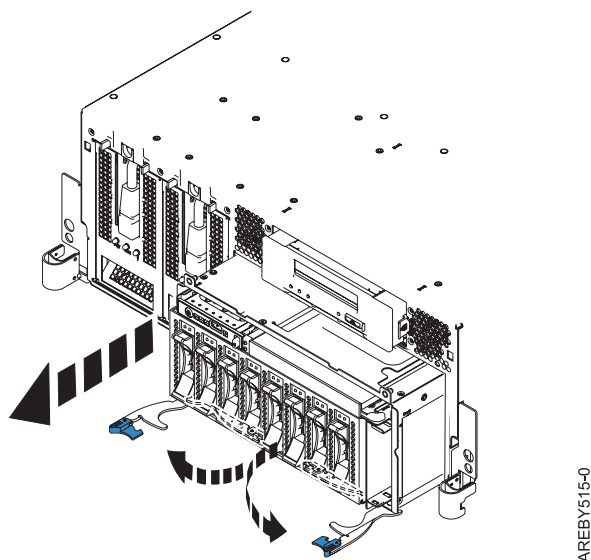
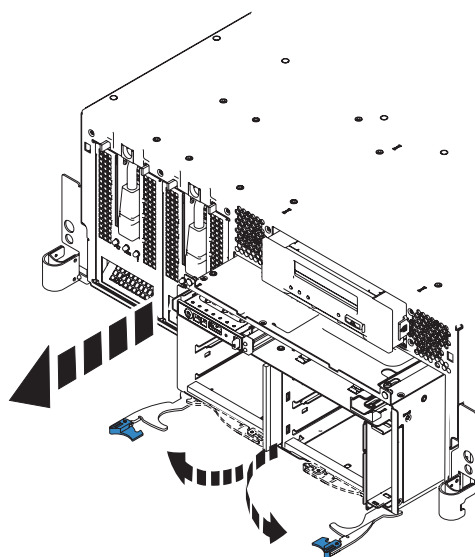

Figure 8. Retrait du fond de panier d'unité de disque et des disques
Figure 9. Retrait du fond de panier d'unité de disque vide
13. Déverrouillez le fond de panier d'unité de disque en tirant les poignées vers l'extérieur du centre du fond de panier, comme sur la figure 8 et la figure 9.